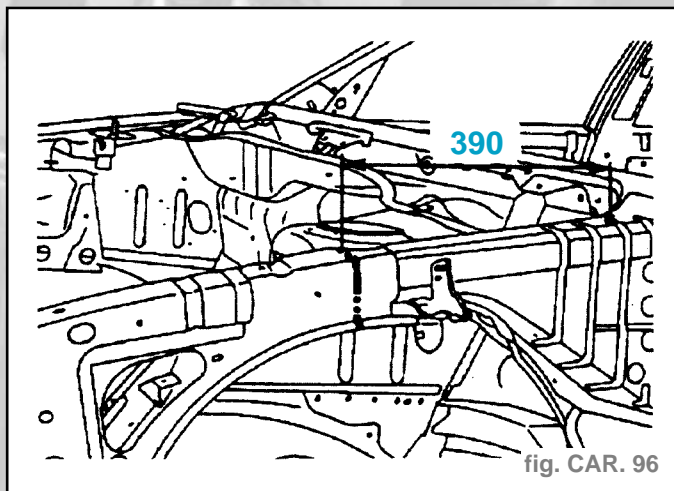

fig. CAR. 96
- Tracer, puis découper à l'aide d'une meule épaisseur 1 mm (coupe provisoire) (fig. CAR. 96).